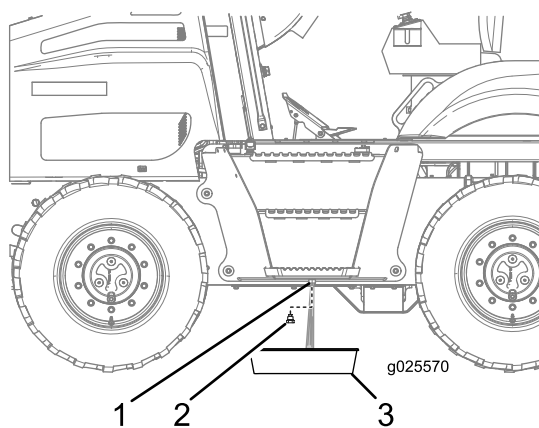

Figura 71
3. Svitare il tappo di spurgo dal serbatoio e spurgate l'acqua (Figura 71).
4. Quando vedete il carburante pulito, montate il tappo di spurgo e serratelo (Figura 71).